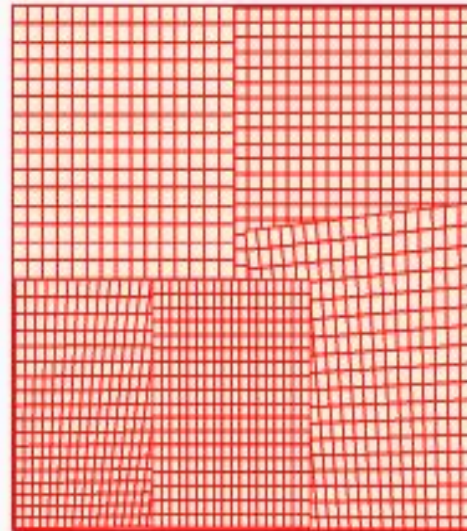

Рис. 1.14. Поверхностные несовершенства (мозаичная структура кристалла)
- Кристалл состоит из блоков, которые по-разному ориентируются в пределах этого кристалла, образуя мозаичную структуру. На границах повернутых друг относительно друга блоков возникают напряжения, приводящие к искажению кристаллической решетки (рис. 1.14).